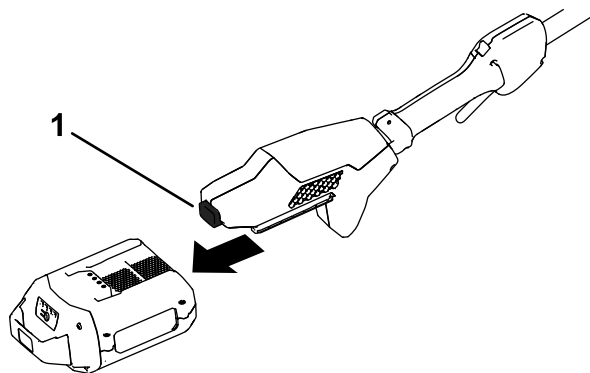

Rysunek 13
- C. Gałąź odcinaj u podstawy rozgałęzienia (Rysunek 13).